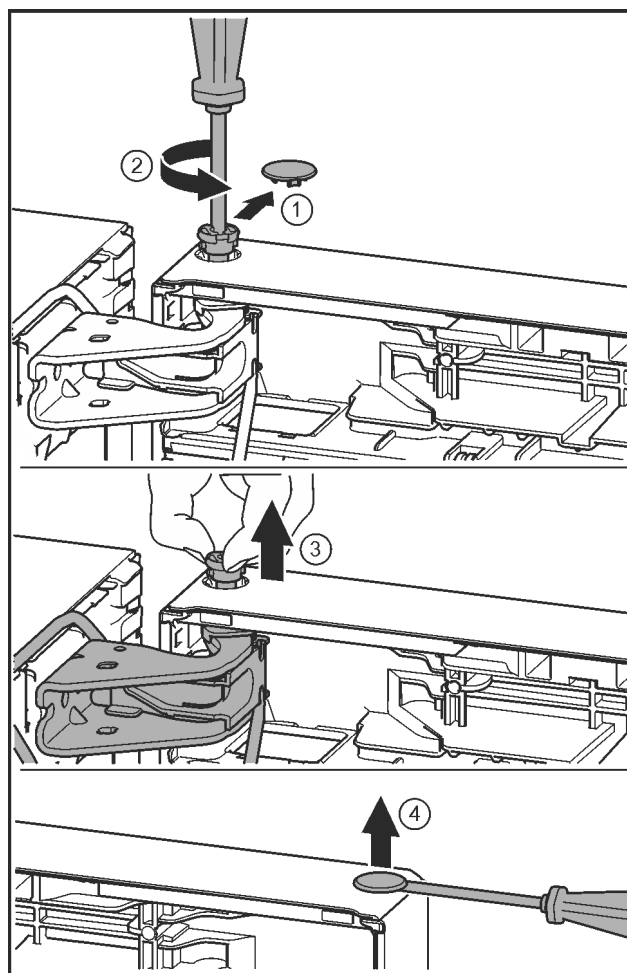

Fig. 21
- ▶ Opatrne vyťahnite poistný kryt. Fig. 21 (1)
- ▶ Skrutkovačom T15 trochu vyskrutkujte čap. Fig. 21 (2)
- ▶ Pevne držte dvere a čap vyťahnite prstami. Fig. 21 (3)
- Plochým skrutkovačom opatrne nadvihnite a vyberte zátku z puzdra ložiska dverí. Fig. 21 (4)